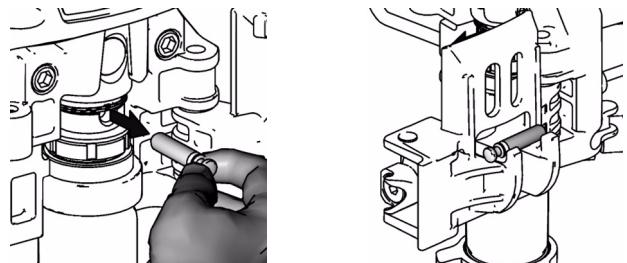

Рис. 23
10. Рис. 23. Выньте штифт насоса и поместите его в держатель штифта